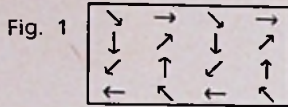
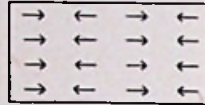

Fig. 1
Fig. 2
Ferromagnetische stoffen (ijzer, nikkel etc.) kan men opgebouwd denken uit een groot aantal zeer kleine magneetjes, de z.g. elementairmagneetjes (EM), elk met een noord- en zuidpool. Nu is de richting van deze EM door uitwendige invloeden (magnetische velden) te veranderen. In de neutrale, dus niet-magnetische toestand van het materiaal (stel: een staaf ijzer) bevinden zich deze EM schots en scheef door elkaar, er bestaat geen voorkeursrichting (fig. 1: de pijl geeft de noordpoolaan). Er zijn steeds wel twee EM te vinden die elkaar juist opheffen, b.v. de twee dikker getekende in fig. 1. Fig. 2 toont dit duidelijker; ook hier is de resulterende magnetisatie van de staaf nul, alleen is zo'n nette opstelling der EM niet erg waarschijnlijk. Ter illustratie denke men zich de verstrooide voerman, die het ene paard vóór en het andere achter de wagen spant: als de dieren even hard trekken blijft de wagen rustig op zijn plaats. Zodra de staaf echter in een krachtig magnet. veld wordt geplaatst (van een permanente magneet of een spoel waar stroom doorloopt), stellen de EM zich haastig in het gelid overeenkomstig de door dit veld aangegeven richting. Hoe sterker dit veld, hoe meer EM zich richten, tot zij bij de z.g. verzadiging allemaal gericht zijn